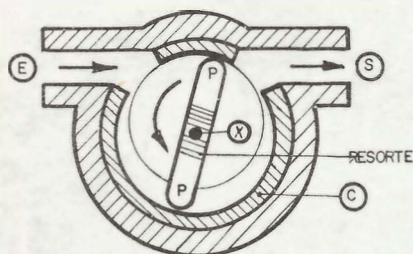

Fig. 13
Bomba del tipo de paletas: Se compone de un cuerpo cilíndrico (C), en el cual gira la excéntrica (X), con dos paletas deslizantes (P), que tienden a abrirse por la acción del resorte central y la fuerza centrífuga (fig. 13).